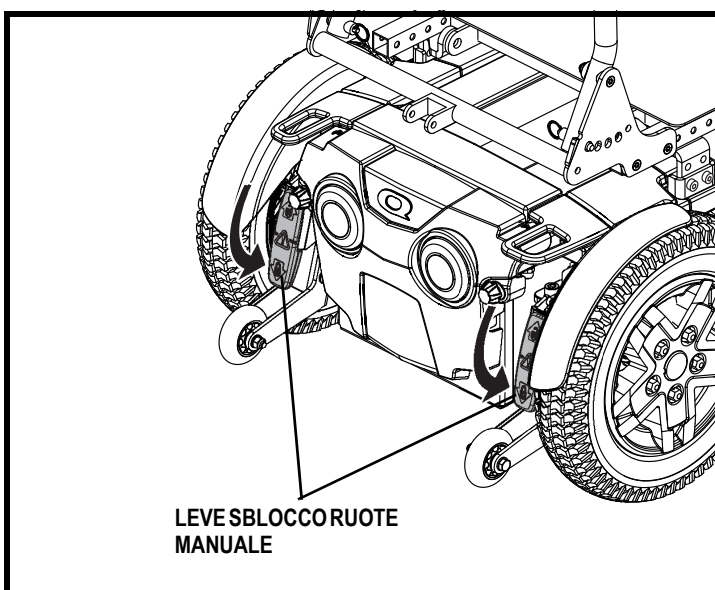

Figura 10. Modalità normale (trazione inserita)
2. Spingere la due leve verso il basso per attivare i motore di trazione. **Vedere figura 10.**